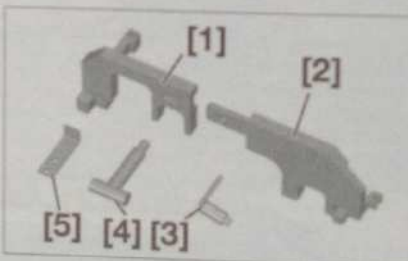

Fig. 3
- [1]. Outil d'immobilisation et calage arbre à cames admission (réf : 0197-A3) (Fig.3).